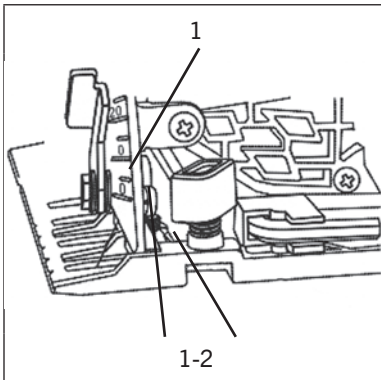

FIG. 6
1. Réglez l'angle de biseau à 0° (1) (fig. 6).
3. Si l'angle N'EST PAS de 90°, utilisez une clé hexagonale de 2,5 mm et ajustez la vis de réglage à 0° (2) de façon à ce que l'angle soit de 90° lorsque la butée à 0° entre en contact avec la vis.